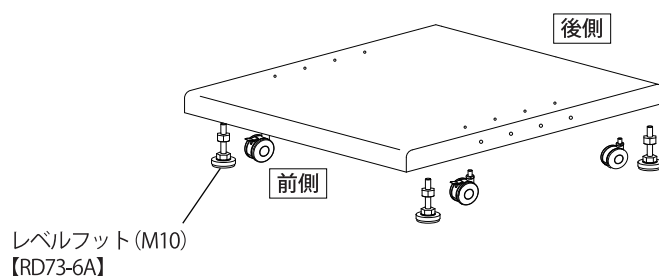

図 2
レベルフットを①穴にキャスターを②穴に取り付けてください。(図 2)